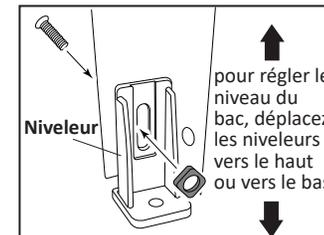

Fig. 4
- Montez le « niveau » sur chaque pied : notez qu'il y a deux trous dans le bas du pied à des emplacements différents. Sélectionnez le trou approprié qui permettra d'accéder à la tête de vis une fois que le bac est à l'emplacement désiré. Fixez le niveau à l'aide d'un boulon de ¼ po (0.63 cm) et d'un écrou, puis serrez-le à la main (NE SERREZ PAS excessivement à cette étape) (voir la fig. 4).